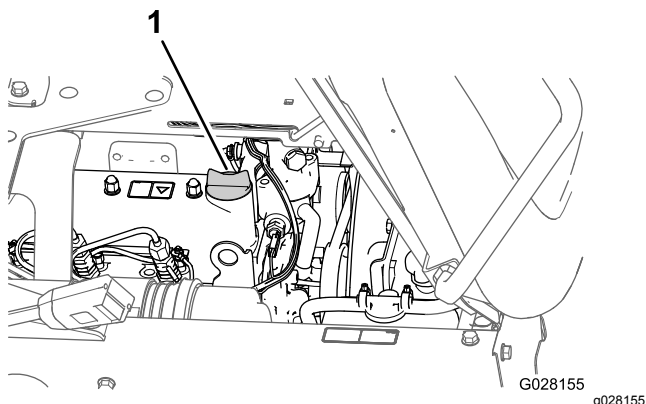

Рисунок 73
5. Снимите крышку маслозаливной горловины с крышки клапанного механизма двигателя и медленно залейте примерно 80% указанного количества масла в заливную горловину (Рисунок 73).
8. Установите крышку маслозаливной горловины (Рисунок 73).